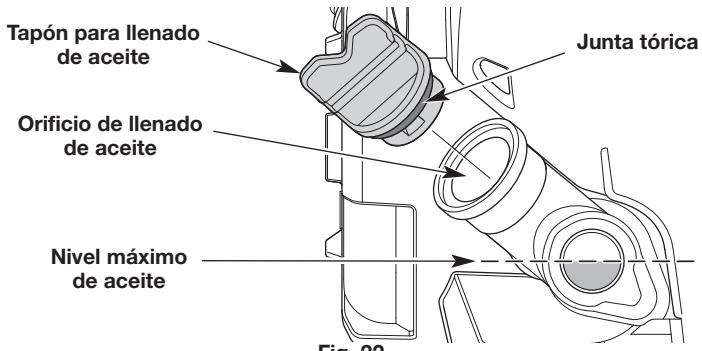

Fig. 22
- Observe el interior del visor del nivel de aceite; use una linterna si es necesario. **El nivel de aceite debe llenar el visor hasta aproximadamente la mitad** (Fig. 22). Si el nivel de aceite es demasiado bajo, agregue aceite. Consulte *Procedimiento para agregar aceite*.
- Limpie la zona que rodea el tapón de llenado de aceite (Fig. 22) a fin de evitar que ingresen residuos en el orificio de carga de aceite.
- Agregue aceite al orificio de llenado de aceite hasta que el nivel de aceite llegue hasta aproximadamente la mitad del visor del nivel de aceite (Fig. 22).
NOTA: Compruebe que la junta tórica esté en su lugar en el tapón de llenado de aceite (Fig. 22).
1. Limpie la zona que rodea el tapón de llenado de aceite (Fig. 22) a fin de evitar que ingresen residuos en el orificio de carga de aceite.